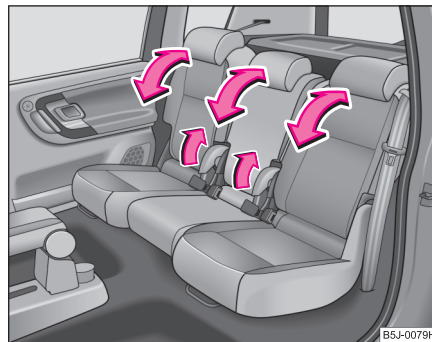

Fig. 52 Reglarea spătarelor
- Trageți maneta ⇒ pagina 73, fig. 52 și reglați înclinarea dorită a spătarului. ■
- Trageți maneta ⇒ pagina 73, fig. 52 și rabatați spătarul scaunului în față, complet.